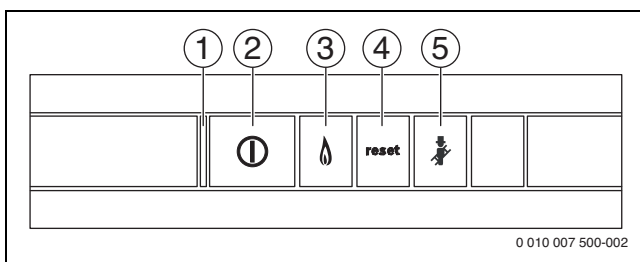

Рис. 89 Кнопки управления
- ▶ Включите котёл пусковым выключателем (→ рис. 89).